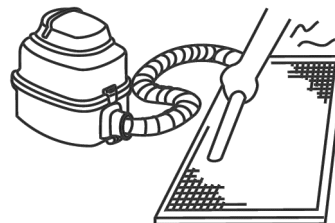

Abb. 5-15
- Während der Reinigung mit Staubsauger soll die Lufteingangsseite nach oben zeigen. (Siehe Abb. 5-15.)